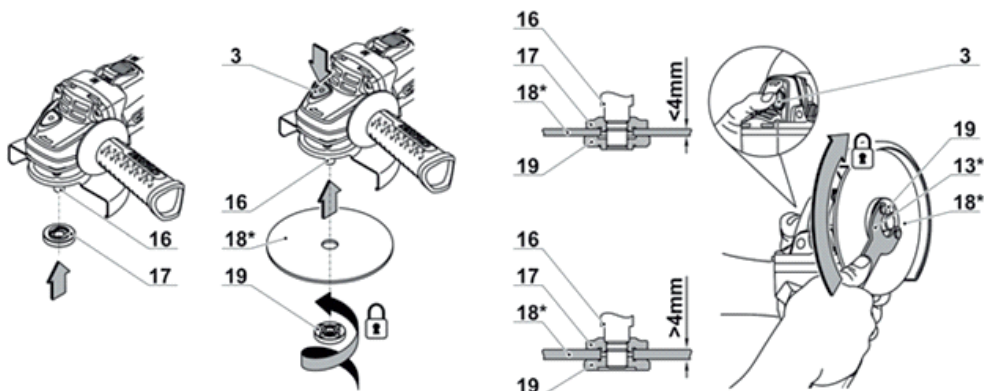

Рис. 4
Монтаж отрезного / обдирочного диска (см. рис. 4)
- Установите на шпindel 16 фланец 17 (см. рис. 4).
ВНИМАНИЕ: при монтаже принадлежностей толще 4 мм зажимную гайку 19 необходимо перевернуть (см. рис. 4).